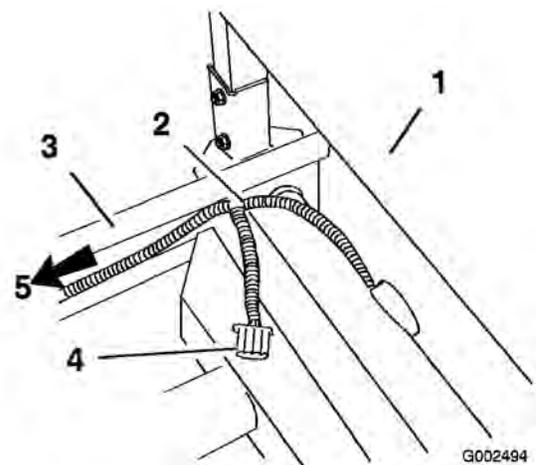

Figure 9
11. Sur le couvercle du ROPS, derrière l'ensemble siège, faites passer le faisceau de câblage qui se trouve sous le siège au-dessus du bâti. Assurez-vous que le connecteur d'alimentation du système de pulvérisation est bien sorti de sous le véhicule (Figure 9).
12. Acheminez le faisceau le long du châssis gauche puis ramenez-le vers le capteur de vitesse avec le faisceau existant (Figure 9).